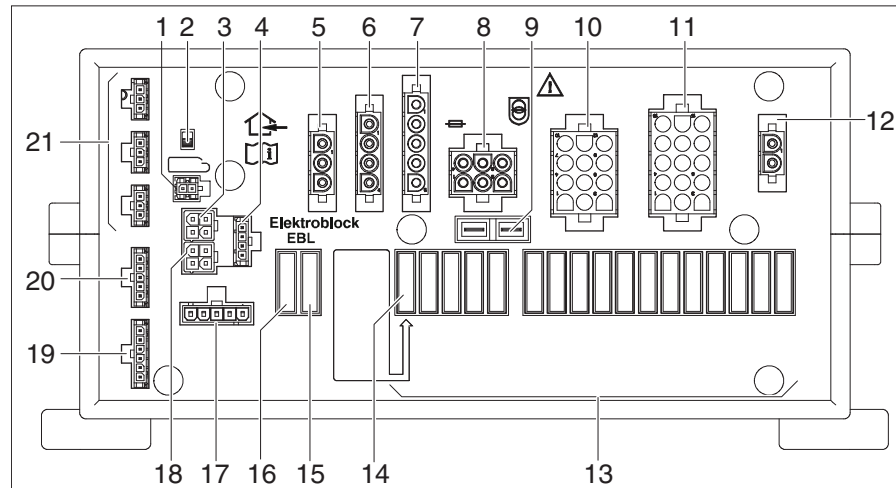

Bild 259 Elektroblock (EBL 402/403)
**Einbauort** Der Elektroblock EBL 402/403 (Bild 259) befindet sich in der Heckgarage auf der rechten Seite.
- ▷ Der Batterie-Trennschalter (Bild 259,2) trennt alle Verbraucher, die am Elektroblock angeschlossen sind, vom 12-V-Netz.
- Batterie-Trennschalter (Bild 259,2) drei Mal hintereinander aus- und wieder einschalten.